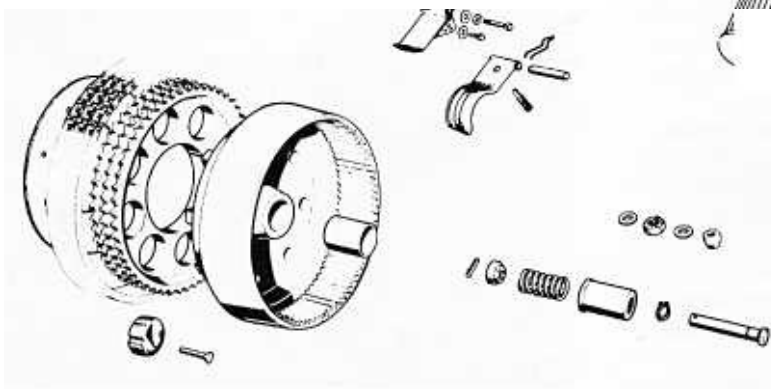
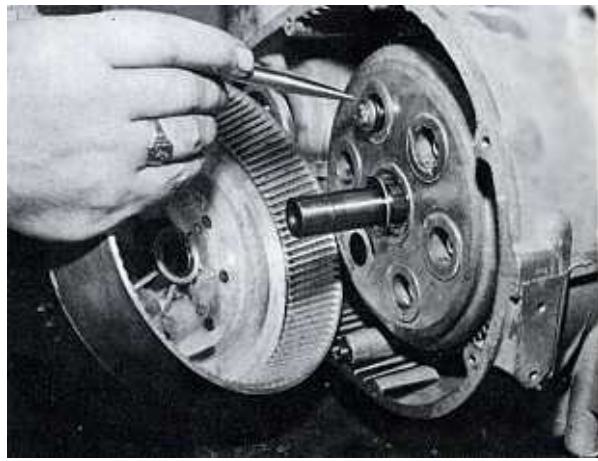

Bild 119
Bild 121
- Die sechs Befestigungsschrauben der Kupplungsdruckplatte lösen (Bild 121). An älteren Zweizylindermaschinen war die Druckplatte mit Querstiften befestigt (Bild 119). Es gab ein Spezialwerkzeug von Laverda zum Herausnehmen der Stifte; dieses scheint jedoch nicht mehr erhältlich zu sein. Man kann sich ein Werkzeug aus einem Rohr mit 8 mm Innendurchmesser selbst herstellen; das Rohrende ist mit zwei einander gegenüberliegenden Ausschnitten zu versehen, durch die die Stifte herausgenommen werden können. Die Schrauben müssen in gleichmässigen Stufen gelöst werden. Nach dem Lösen aller Schrauben bzw. Querstifte kann die Druckplatte mit allen Scheiben und Lamellen herausgezogen werden (Bild 122).